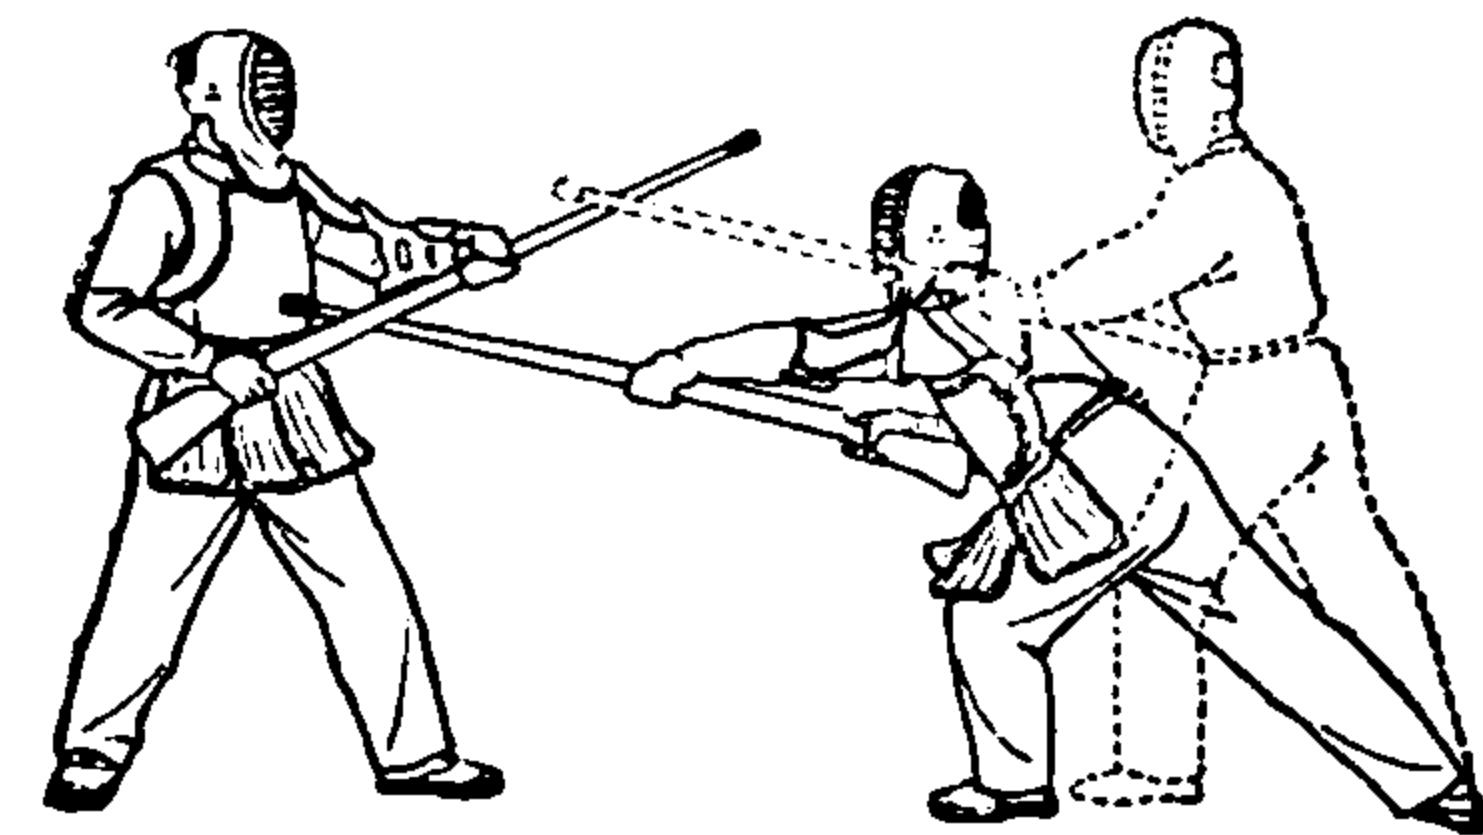

图19 骗右刺下动作
**骗右刺下** 进攻者将“枪刺”向对方右胸虚刺（距对方左手前上方约10厘米），趁对方防右时，立即转枪取捷径刺下（图19）。